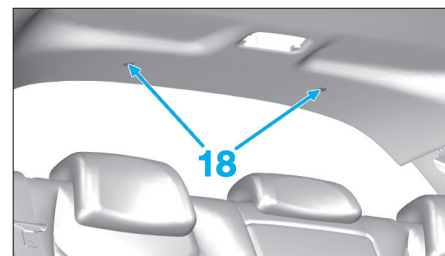

Fig. 71
- Dévisser d'1/4 de tour les vis (18) (Fig.71), et les déposer.